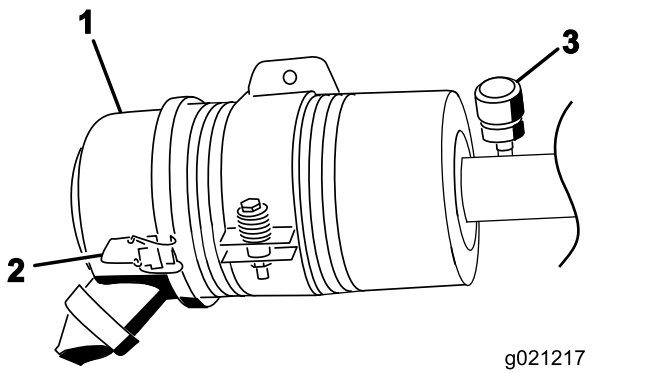

Bild 81
Warten Sie den Luftfilter nur, wenn dies von der Kundendienstanzeige angegeben wird (Bild 81). Das frühzeitige Auswechseln des Luftfilters erhöht nur die Gefahr, dass Schmutz in den Motor gelangt, wenn Sie den Filter entfernen.
2. Lösen Sie die Riegel, mit denen die Abdeckung des Luftfilters am Luftfiltergehäuse befestigt ist (Bild 81).